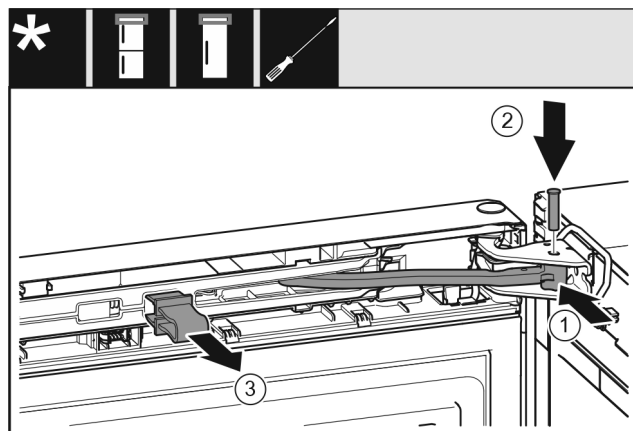

Fig. 45
- Tourner la jointure Fig. 45 (1) dans le support de palier.
- Insérer l'axe Fig. 45 (2) dans le support de palier et la jointure. Veiller à ce que l'ergot soit bien en place dans la rainure.
- Retirer la fixation Fig. 45 (3).